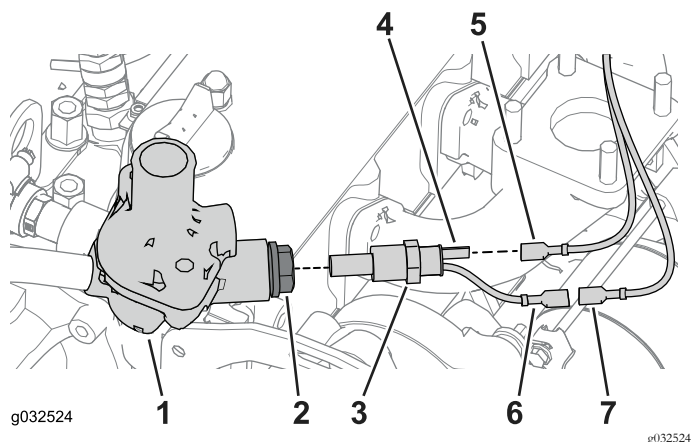

Figure 34
1. Localisez le boîtier de thermostat sur le bloc-moteur et retirez le bouchon de l'orifice du moteur (Figure 34).
5. Localisez le fil jaune que vous venez de débrancher et branchez-le au connecteur moteur très chaud (Figure 34).
6. Localisez le fil orange qui est attaché au fil jaune et branchez-le au connecteur moteur chaud (Figure 34).